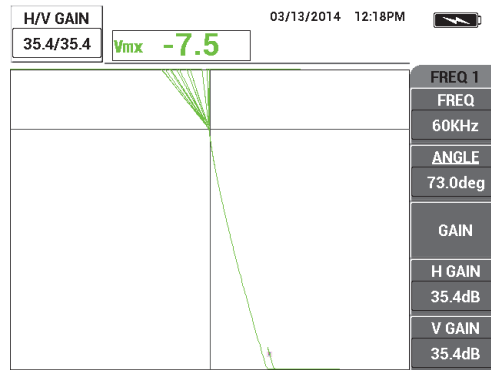

Abbildung 5-75 Einstellen der Verstärkung
10. Koppeln Sie die Sonde an die Probe mit 45 % Leitfähigkeit und drücken Sie die Direktzugriffstaste GAIN (**dB**) und verringern Sie die Verstärkung bis sich der Punkt innerhalb des Anzeigebereichs befindet (siehe Abbildung 5-75 auf Seite 196).